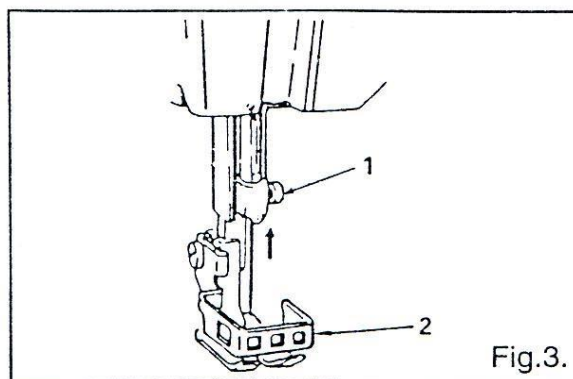

Fig.3.
6. Установка иглы (Рис. 3)
Не работайте на швейной машине без защитного экрана для пальцев (2). (Рис. 3)